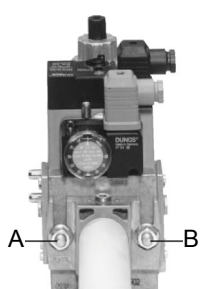
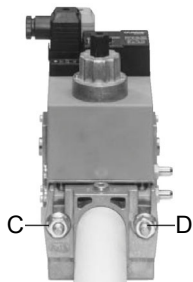
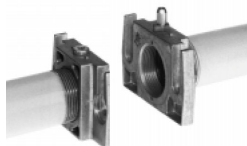

Рис. 2
Рис. 3
Рис. 4
3. Затянуть винты А, В, С и D (Рис. 2 - Рис. 3), соблюдая дистанции монтажа (Рис. 4);
ВНИМАНИЕ: после монтажа газовой рампы согласно схеме на Рис. 2, необходимо провести тестирование на герметичность газового контура, согласно требований действующих нормативов.